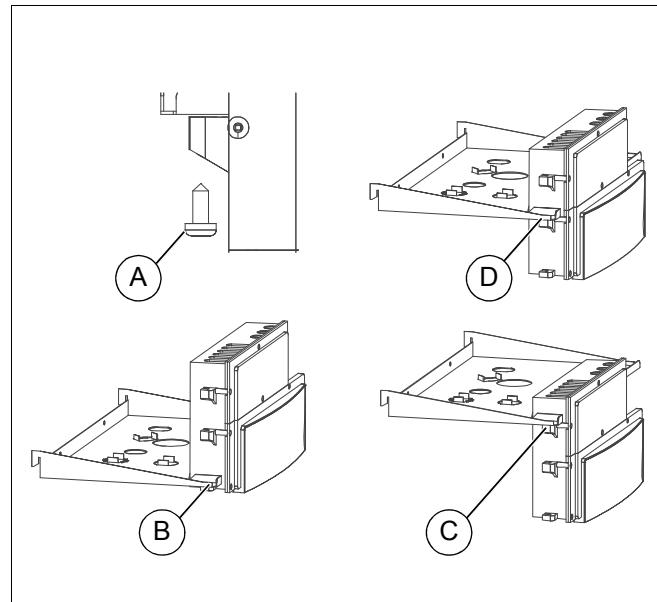

Рис. 53 Перестановка монтажной полки
Для облегчения работ по техническому обслуживанию можно установить монтажную полку в среднее (рис. 53, поз. D), верхнее или нижнее положение.
- Ослабить три крепежных винта монтажной полки (рис. 53, поз. A).
- В заключении выровнять монтажную полку соответственно в нижних отверстиях (рис. 53, поз. B) и закрепить.